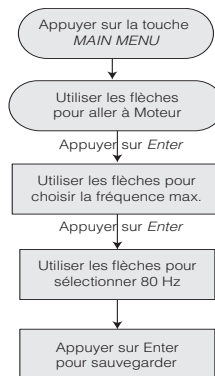

Figure 11 - Sélectionner 80 Hz (pompe submersible triphasée seulement).
- B. Suivre la séquence de touches de la Figure 11.
Appuyer sur Main Menu et suivre la séquence de touches de la Figure 11. Ne pas oublier d'appuyer sur ENTER pour enregistrer la Fréquence max. sélectionnée. Le PID utilisera maintenant la nouvelle valeur sélectionnée.